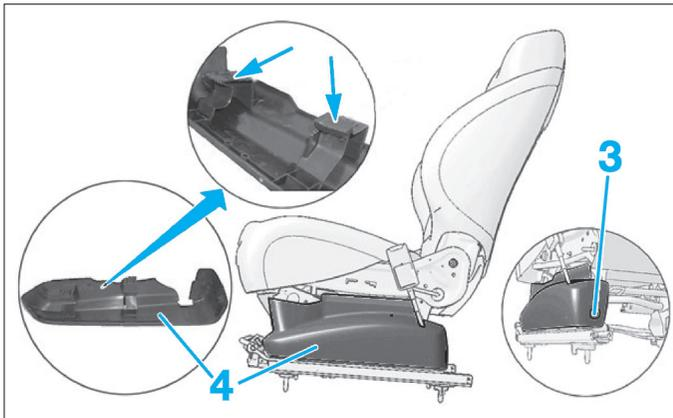

Fig. 24
- Déposer l'agrafe (3) de l'enjoliveur inférieur (4) (Fig.24).